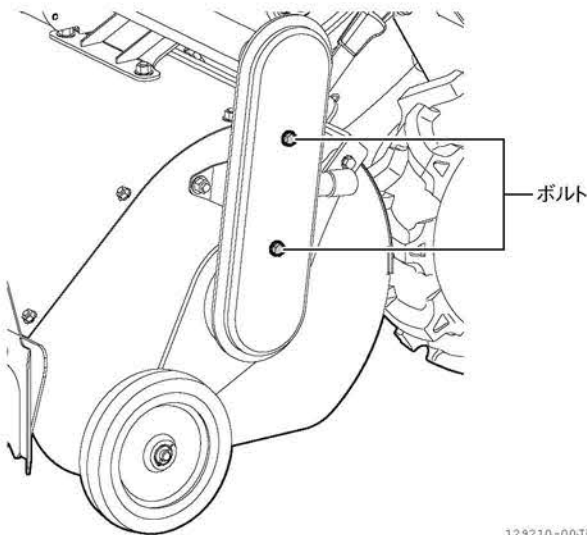

図 4-46
1. ボルト (2カ所) を外し、ローター駆動ベルトカバーを外します。(図 4-46)